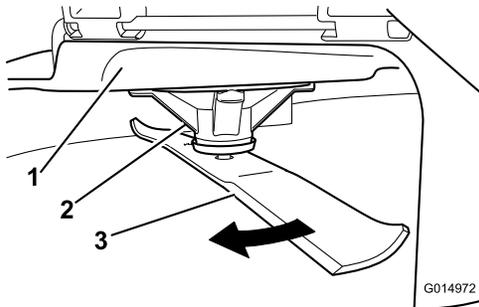

Figura 56
2. Llevando guantes fuertemente acolchados u otro tipo de protección apropiada para las manos, gire lentamente la cuchilla hasta una posición que permita medir la distancia entre el filo de corte y la superficie nivelada en la que descansa la máquina (**Figura 56**).